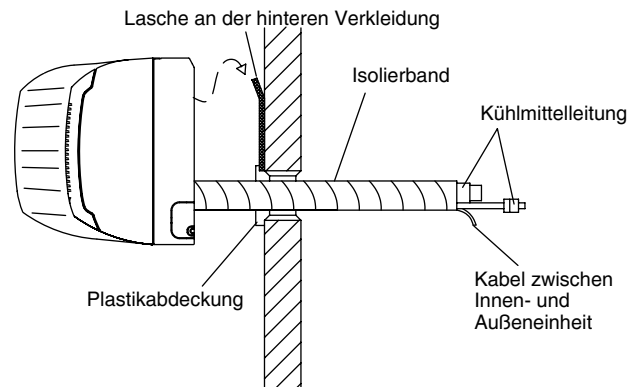

Abb. 3-29
- (1) Die Kühlmittleitung so biegen, dass sie mühelos durch die Öffnung gepasst werden kann. (Abb. 3-29)